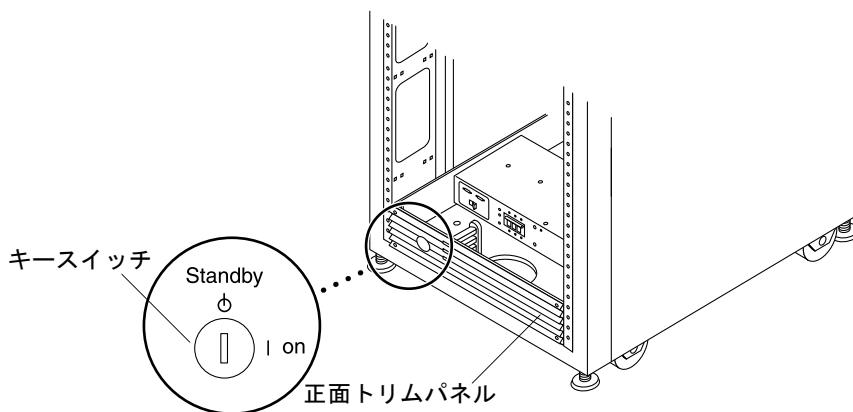

図 2-11 システムキャビネットの正面パネルの下の方にあるキースイッチの位置
2. 正面パネルの下の方にあるキースイッチがあることを確認します (図 2-11)
注 - ローカルに電源投入および電源切断操作を行う場合、キースイッチの位置は関係ありません (図 2-11)。
5. 正面パネルの下部にあるキースwitchを回して、「On」位置にします (図 2-11)。